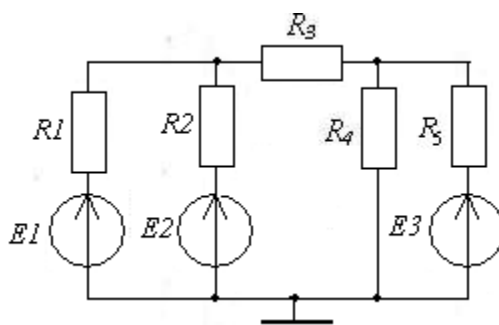

Рис. 2
**Задача №2.** Для схемы, представленной на рис. 2, найти токи, протекающие через резисторы  $R2$ ,  $R3$ ,  $R4$ . Параметры элементов схемы представлены в Таблице 2.